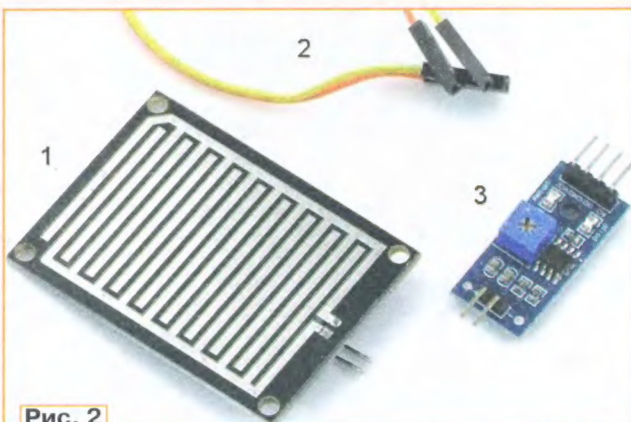

Рис. 2
4. Ответ — 0. К плате Arduino A1 подключается модуль датчика дождя В1, представляющий собой связку из трёх элементов (**рис. 2**): сенсорная плата с "змеевидной" топологией проводников (1), соединитель-